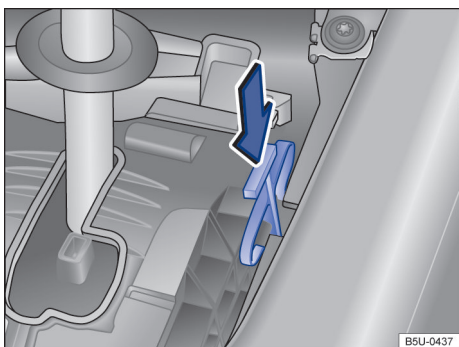

Fig. 88 Desinstalar a cobertura da alavanca seletora e destravar o bloqueio da alavanca seletora emergencialmente.
- Pressionar a alavanca de destravamento → Fig. 88 no sentido da seta e manter nesta posição..